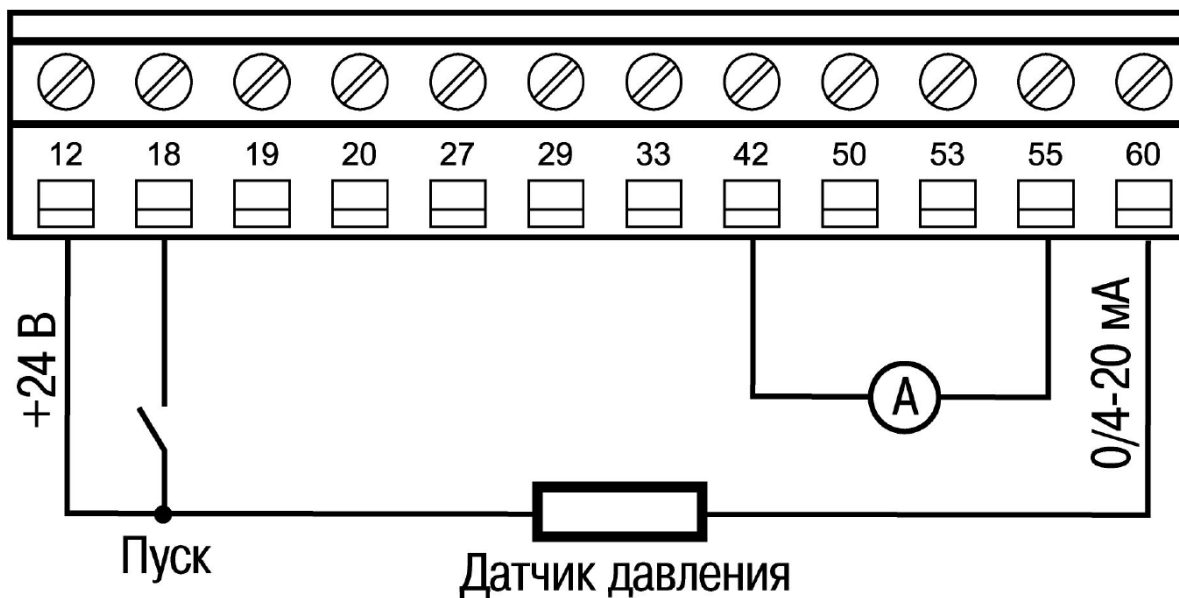

Рисунок 2. Схема подключения датчика давления к ПЧВ и использованием внутреннего источника питания.
- С использованием внутреннего источника питания ( Рис. 2).